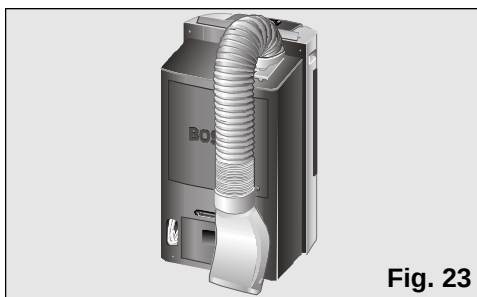

Fig. 23
- ☐ Hiervoor buigt u de buis naar de achterkant van het apparaat en maakt deze vast aan de diffusie haak, Fig. 23 en 24.